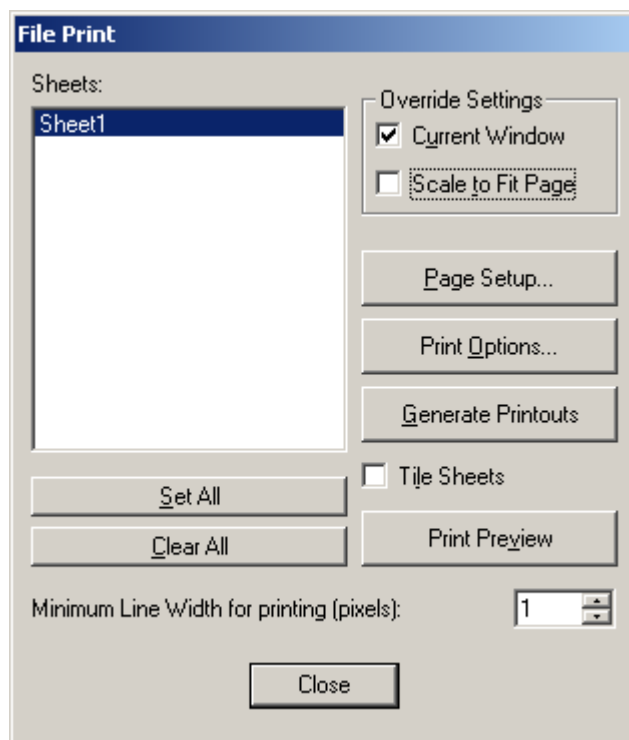

Рис. 2 Команда **File Print**
- 2.2 Перед вами откроется окно, изображенное на рис. 2.